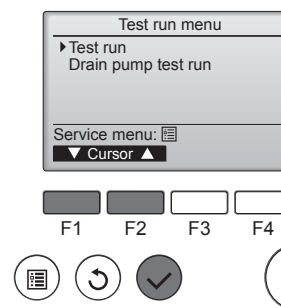

Fig. 7-4
- ④ Seleccione "Test run" (Modo prueba) con el botón [F1] o [F2], y pulse el botón (✓). (Fig. 7-4)